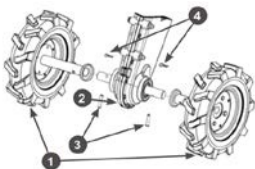

Рис. 3 Установка колес
3. Установите колеса 1 с осями в сборе на выходной вал коробки передач 2 (Рис. 3). Закрепите оси пальцами 3 и шплинтами 4 (Рис. 3).